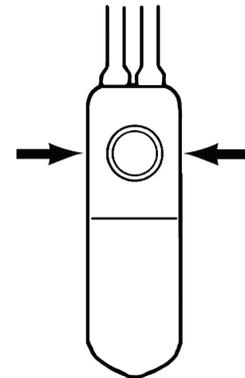

Abbildung 4-42. Seitendruck-Methode
1. Die Seiten der Kontrollpumpe neben dem Deaktivierungsknopf zusammendrücken, damit Flüssigkeit in den Pumpenballon gelangen kann (**Abbildung 4-42**).